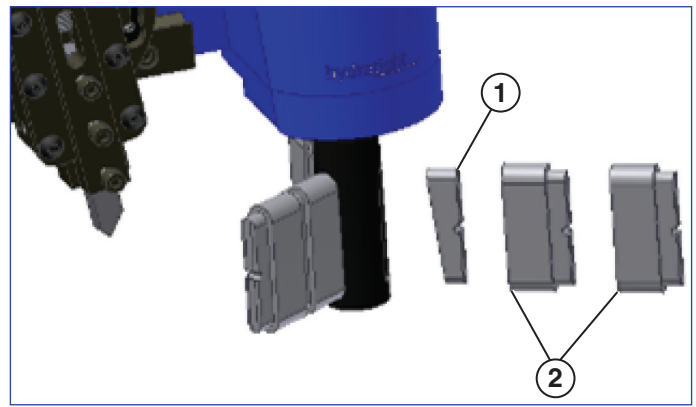

Figura 2
El conjunto del mandril se compone de todas las piezas utilizadas para fijar la QuickFace en la pieza de trabajo. Se utilizan posicionadores ajustables y extensiones apilables de posicionador para fijar la QuickFace en su sitio. Se utiliza una junta tórica para fijar los posicionadores al mandril (véase la Figura 2).
2. Sitúe los posicionadores y las extensiones de posicionador (si fuera necesario) en las ranuras del eje del mandril. Asegúrese de que la superficie en ángulo del eje de expansión encaja con la superficie en ángulo de los posicionadores (véase la Figura 2 para comprobar la orientación de posicionador adecuada).